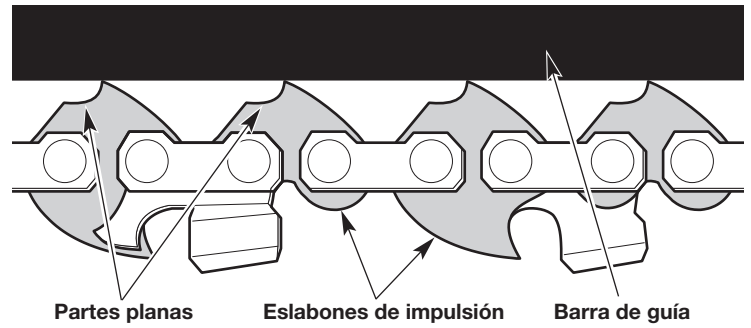
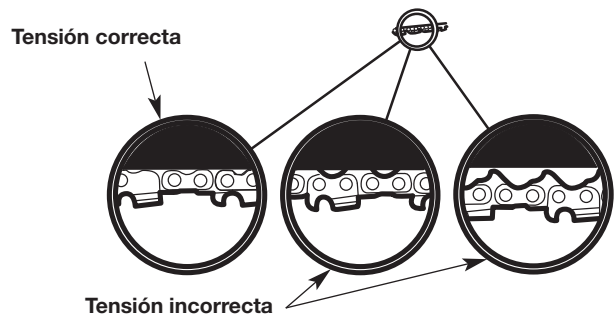

Fig. 27
Fig. 31
Controle la tensión de la cadena antes y durante la operación. La sierra se expandirá a medida que se calienta durante la operación. Ajuste la tensión de la cadena siempre que las partes planas de la cadena de la sierra sobresalgan del surco de la barra (Fig. 27 y Fig. 31).
- Gire el anillo de tensión de la cadena en el sentido contrario a las agujas del reloj para aflojar la cadena de la sierra.La cadena de la sierra deberá encajar justo contra la parte inferior de la barra guía. No debe haber ninguna flojedad (Fig. 31).